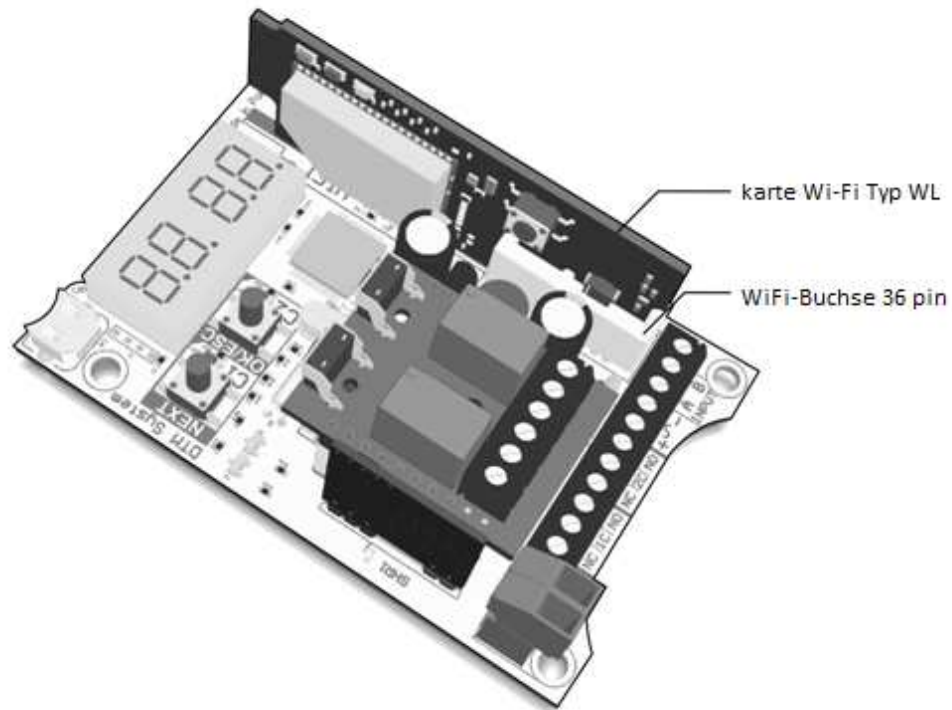

Abb. 3 Richtige Montage der Karte WL im Funkempfänger FLEX868.
- **Schritt 9:** die Karte WL auf der Grundplatte des Funkempfängers FLEX868 in 36 pin Steckdose mit der Beschreibung Wi-Fi montieren (Abb. 3).